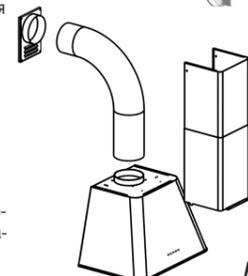
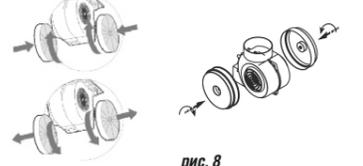

рис. 7
рис. 8
6.3 В зависимости от режима эксплуатации кухонной вытяжки соедините вентилятор с вентиляционной решеткой воздуховодом (рис. 7) или установите на вентилятор угольные фильтры. Угольные фильтры устанавливаются на защитные решетки корпуса вентилятора (рис. 8).
6.4 Установите фальштрубы (рис. 7).